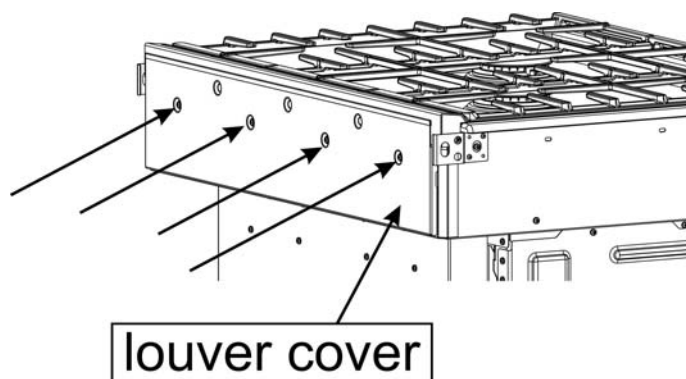

Figure 1 : Emplacements des vis de la grille d'aération arrière
## Procédure pour une cuisinière intégrée bi-combustible avec grille d'aération (voir Figure 1)
Peut-on faire glisser la cuisinière vers l'avant suffisamment pour pouvoir accéder aux vis arrière et latéraux de la grille d'aération et de la garniture arrière (voir Figure 1)?
2. Faites glisser la cuisinière suffisamment vers l'avant pour pouvoir accéder aux vis de montage de la grille d'aération arrière. Voir Figure 1 : Emplacements des vis de la grille d'aération arrière.
3. Si votre cuisinière ne dispose pas d'une grille d'aération (voir Figure 1), allez à la procédure qui débute page 5.
4. Enlevez les quatre vis qui maintiennent la grille d'aération arrière en place (voir Figure 1). Conservez ces vis pour remettre la grille d'aération en place.
14. Placez la grille d'aération arrière dans les fentes correspondantes et fixez-la à l'aide de quatre vis (voir Figures 1 et 2).